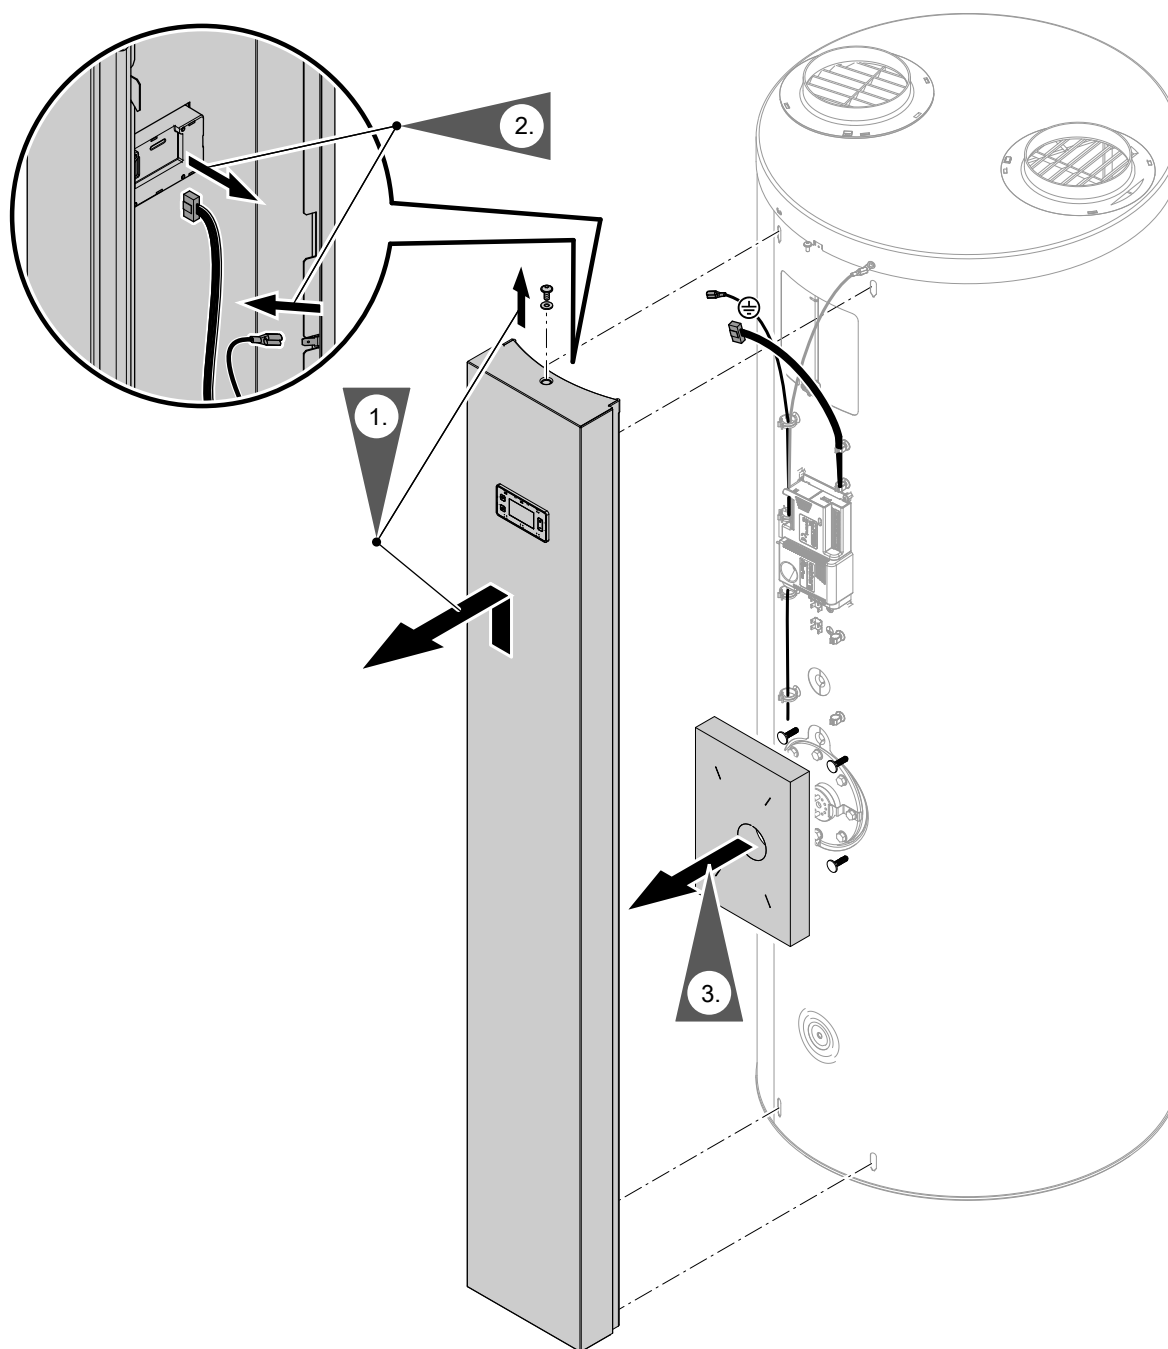

Fig. 27
3. Desmontar el embellecedor frontal. Consultar fig. 27.
- (A) Regulación de la bomba de calor
- (B) Desbloqueo:
- (C) Tecla presionada: desbloqueada
- (D) Tecla subida: bloqueada
2. Desmontar el embellecedor frontal. Consultar Fig. 27, página 43.
3. Soltar todos los cables eléctricos (B) de la regulación de la bomba de calor (A).